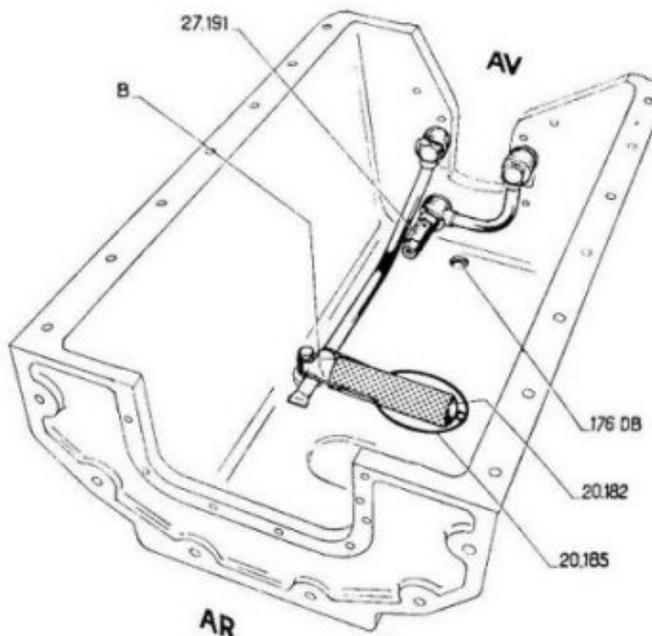

Figure 8. — Bac à huile - Crépine - Clapet de décharge.
a) **Accès au bouchon de vidange** (voir figure 8).
c) **Démontage de la crépine d'aspiration d'huile** (voir figure 8)
**Clapet décharge** (voir Figure 8)